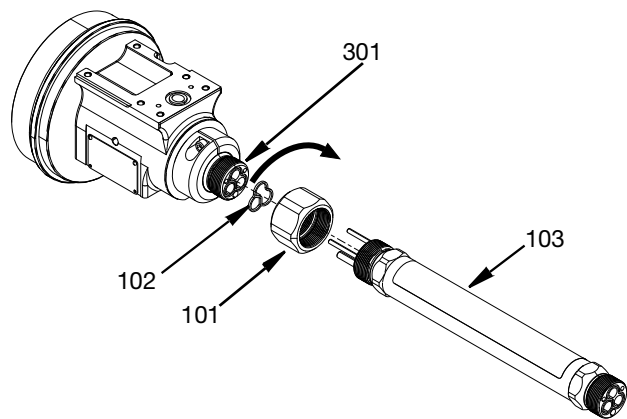

FIG. 28
1. Aplique una fina capa de grasa de litio en la junta del adaptador (102) e insístela en el extremo del cuerpo central (301).
2. Aplique lubricante antiagarrotamiento a las roscas del cuerpo central (301) y al conjunto del tubo largo (503).
3. Apoye la tuerca de seguridad tensora (101) en el extremo roscado del cuerpo central (301), pero no la enrosque.
4. Alinee las clavijas que hay en el extremo del conjunto del tubo largo (103) e insístelas en el cuerpo central (301). Gire la tuerca del tensor en el sentido de las agujas del reloj mirando hacia el alojamiento de la pieza giratoria de modo que las roscas del conjunto del tubo largo (103) y el cuerpo central se acoplen simultáneamente. Apriete la tuerca a 101,69 N•m (75 lb-pie). Consulte la FIG. 28.